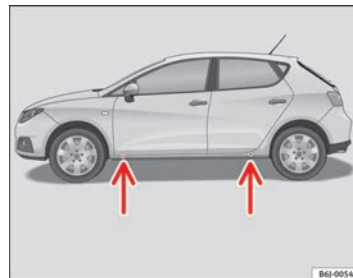

Abb. 126 Aufnahmepunkte für den Wagenheber
- Suchen Sie den Aufnahmepunkt am Unterholm, der dem zu wechselnden Rad am nächsten liegt ⇒ Seite 213, Abb. 126.
Am Unterholm kennzeichnen jeweils vorn und hinten Eindrückungen die Stellen, an denen der Wagenheber angesetzt werden darf ⇒ Seite 213, Abb. 126. Es gibt für jedes Rad genau eine Stelle. An anderen Stellen darf der Wagenheber nicht angesetzt werden.